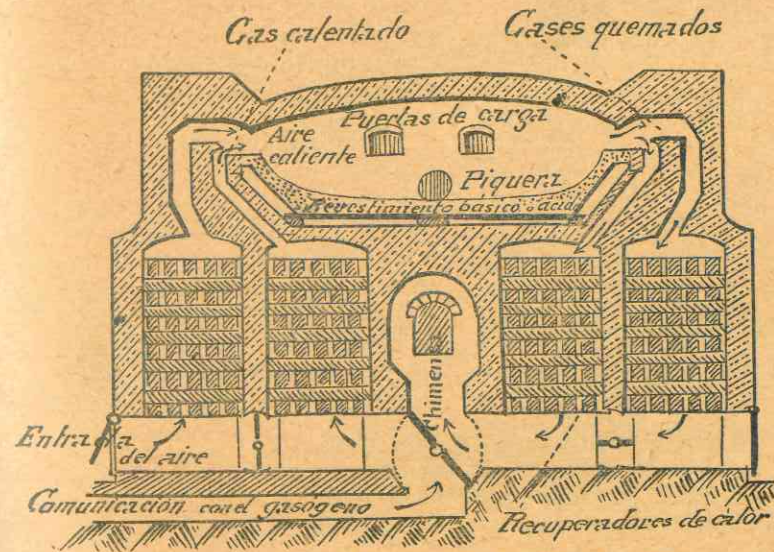

Fig. 327. - Horno Martin-Siemens para la obtención del acero.
b) *Procedimiento de Martin-Siemens* (fig. 327). — El acero Martin-Siemens se obtiene añadiendo a la fundición líquida cierta cantidad de hierro dulce y óxido férrico. Se calienta al rojo blanco con hornos de gas provistos de recuperadores. Debido al